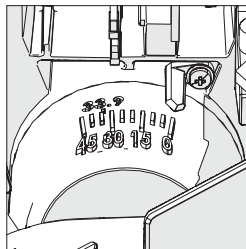

Fig. 23
- Inclíne la cabeza de corte en el ángulo requerido. Se proporciona una escala de transportador de ángulos como ayuda para el ajuste (**Fig. 23**).